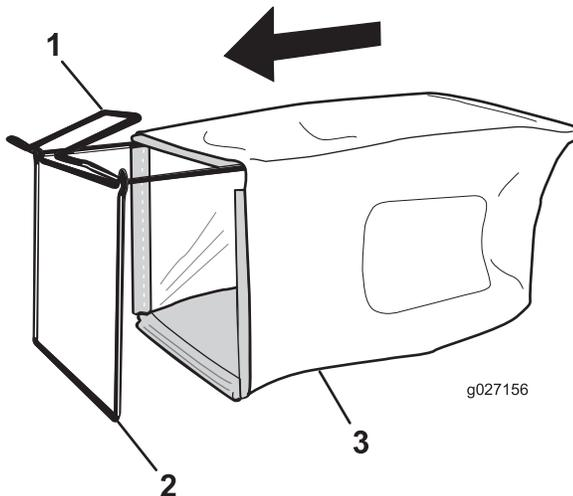

Bild 12
1. Schieben Sie den Fangkorb auf den Rahmen, wie in Bild 12 abgebildet.
Hinweis: Schieben Sie den Grasfangkorb nicht über den Holm (Bild 12).